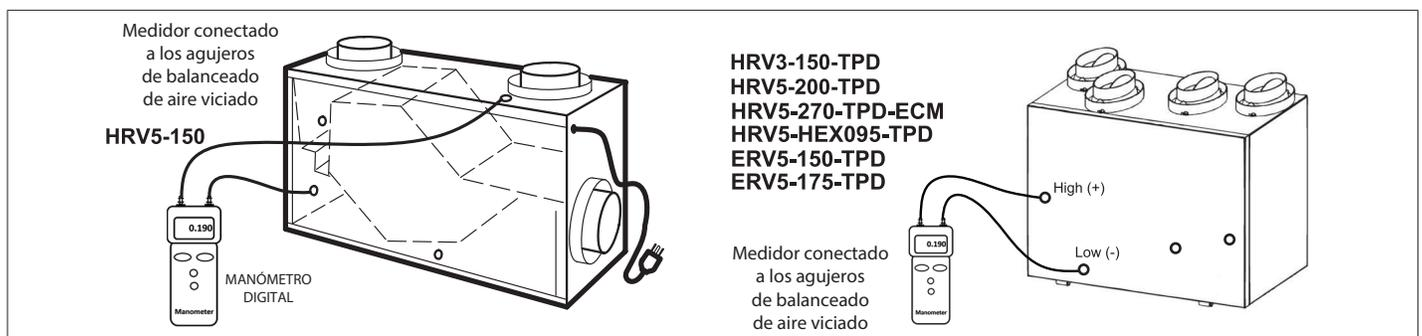

Figura 51. Orificios de balanceado de la puerta - Aire viciado
5. Mida el aire viciado. Inserte los dos accesorios de caucho desde el medidor a los orificios de balanceado de AIRE VICIADO (consultar la Figura 51 en la página 43). Selle los orificios de balanceado de AIRE FRESCO (superior izquierdo e inferior derecho) con cinta. Anote la lectura.